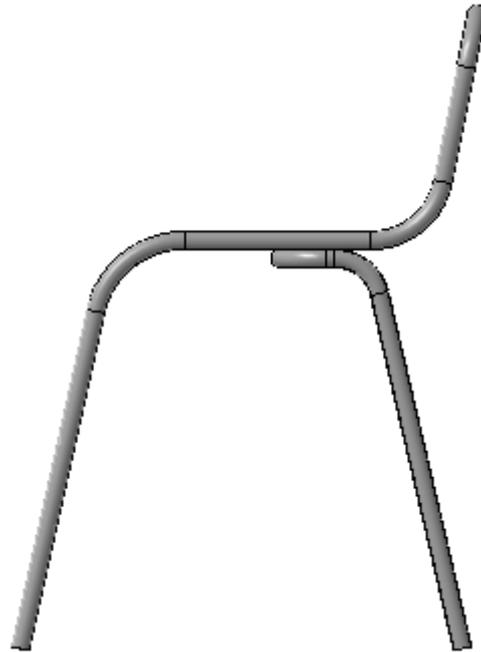

Рисунок 63
- Нажмите на клавиатуре клавишу <Пробел> и, удерживая ее в нажатом состоянии, дважды нажмите кнопку <Стрелка влево>. В окне модель повернется на 180 градусов в плоскости, перпендикулярной плоскости экрана (рис. 63).